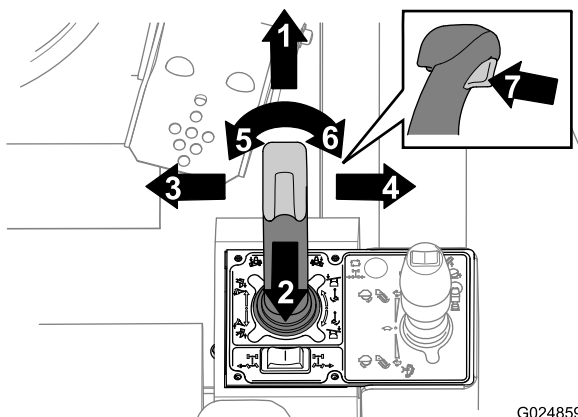
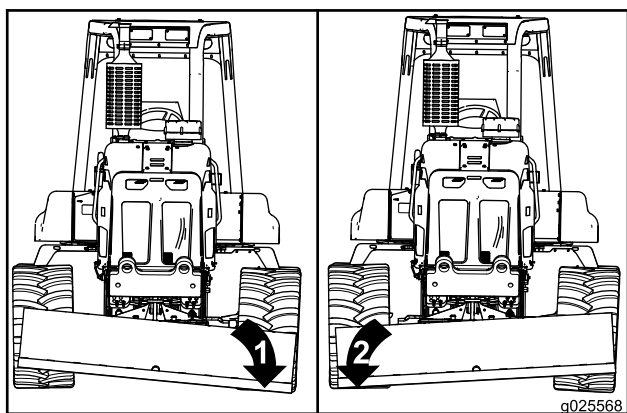
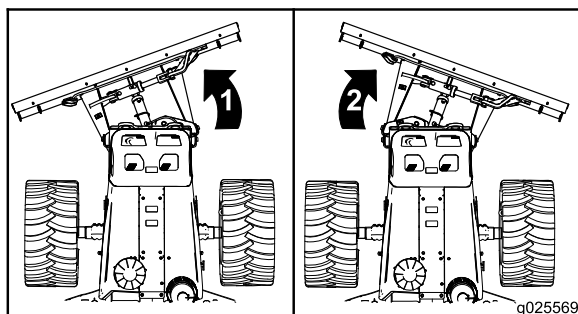

Figura 53
Figura 56
Figura 57
- Para inclinar a lâmina de reaterro à esquerda: Mova o joystick à esquerda – em sua direção (Figura 53 e Figura 56).
- Para inclinar a lâmina de reaterro à direita: Mova o joystick à direita – para longe de você (Figura 53 e Figura 57).
Use a lâmina de reaterro para repor o material escavado na vala. Controle a lâmina de reaterro com o joystick de lâmina de reaterro/arado vibratório. Use o joystick, acionador e botão do polegar conforme mostrado na Figura 53.
- Para girar a lâmina de reaterro à esquerda: Pressione a metade esquerda do controle do polegar (Figura 57).
- Para girar a lâmina de reaterro à direita: Pressione a metade direita do controle do polegar (Figura 57).
- Para sustentar a lâmina de reaterro: Mantenha o joystick na posição Hold (Neutro) (Figura 53).
- Para suspender a lâmina de reaterro: Puxe o acionador (Figura 53).